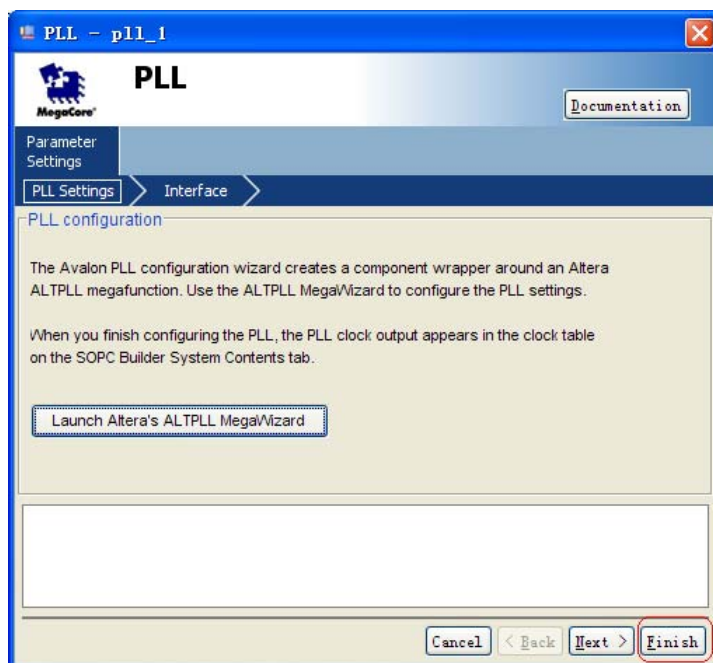

图 10-9 ALTPLL 设置第五页
14. 之后一路执行 next, 直到 MegaWizard finish, 回到 PLL 添加页面。如图 10-9 所示, 单击 Finish。